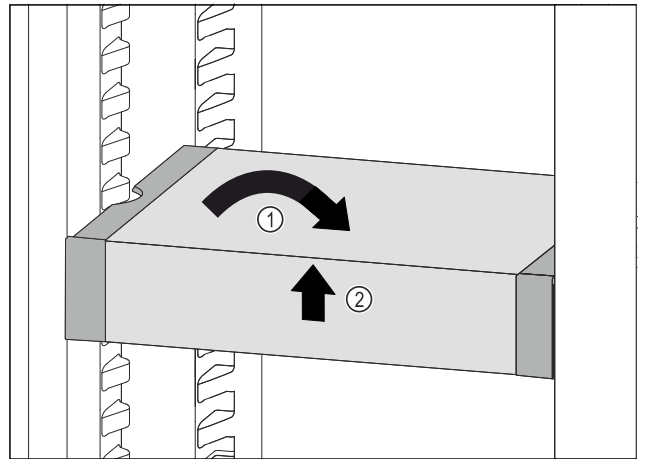

Fig. 132
- VarioSafe gerade stellen. Fig. 132 (1)
- VarioSafe vorne anheben. Fig. 132 (2)